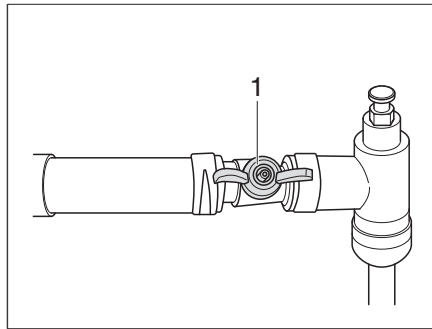

Fig. 295 Grifo de cierre Alde, abierto
*Cerrar el grifo de cierre:* ■ Poner el grifo de cierre (Fig. 295,1) en posición transversal con respecto a la tubería.
*Abrir el grifo de cierre:* ■ Poner el grifo de cierre (Fig. 295,1) en paralelo a la tubería.